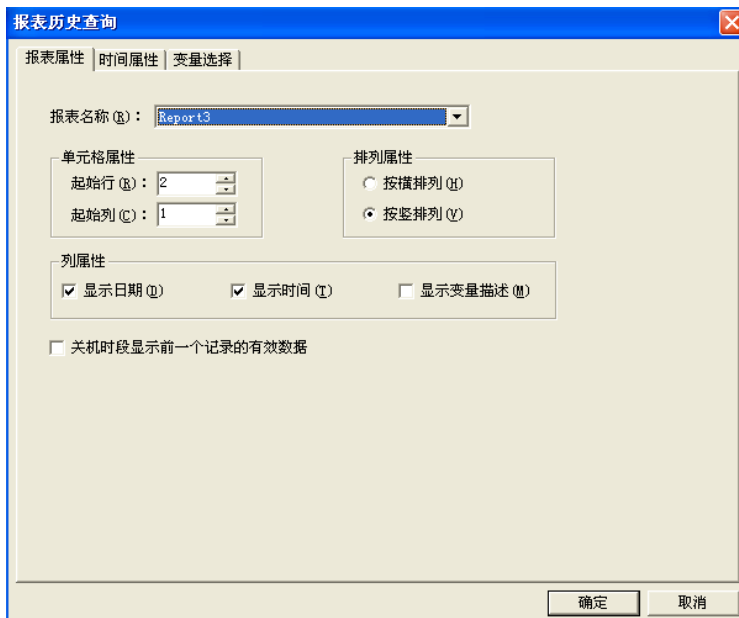

图 8-19
- 4、单击“文件”菜单中的“切换到 VIEW”命令，运行此画面。单击“历史数据报表查询”按钮，弹出报表历史查询对话框，如图 8-19 所示。
**报表属性页：**在报表属性页中您可以设置报表查询的显示格式，此属性页设置如图 8-19 所示。